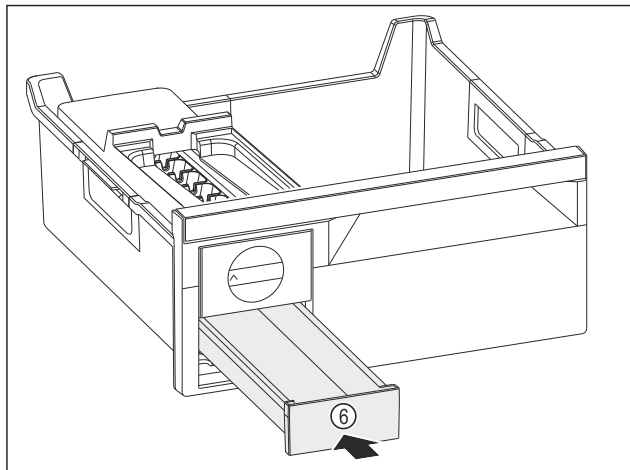

Fig. 247
- ▶ Inserați sertarul pentru cuburi de gheață Fig. 247 (6).